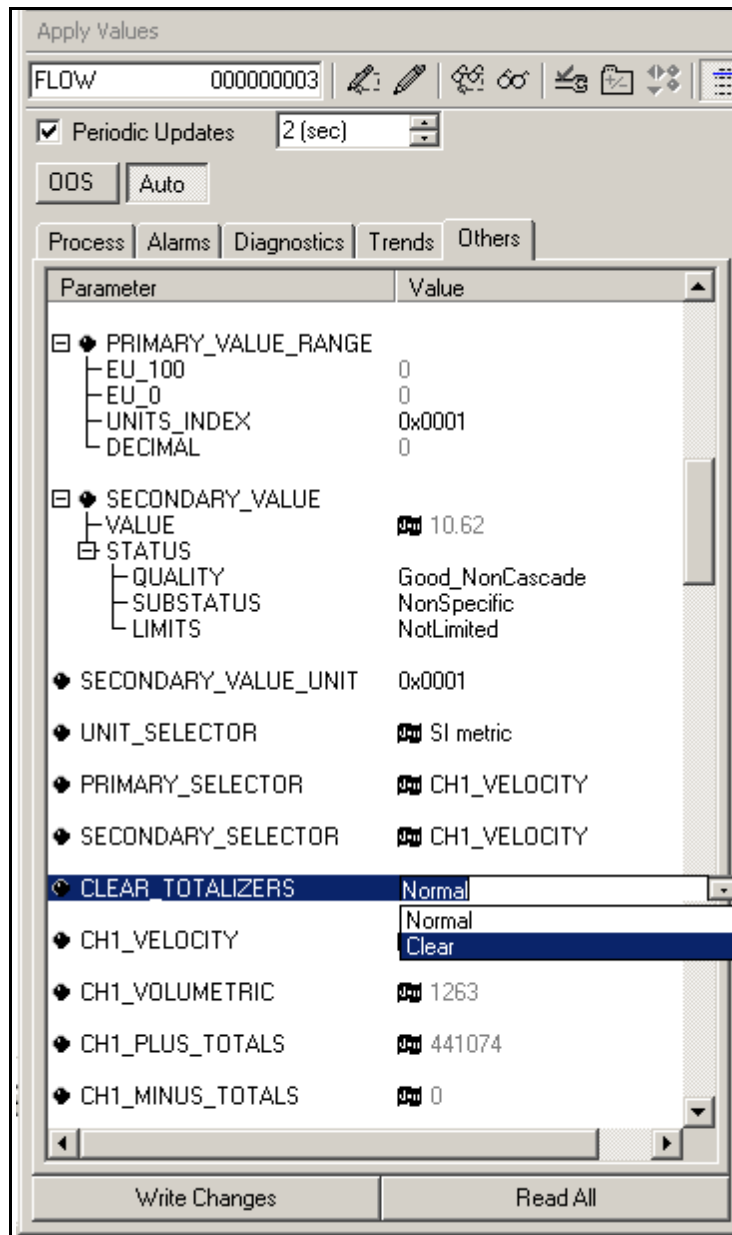

Рис. 62: Раскрывающийся список «Очистка счетчиков».
3. В выпадающем списке выберите **Clear** (Очистить) (см. рис. 62 внизу).